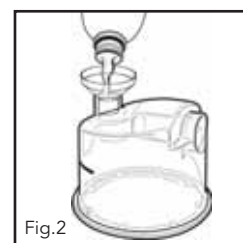

Fig.2
- c. Llene la cámara hasta la marca de llenado con agua destilada solamente (Fig. 2).